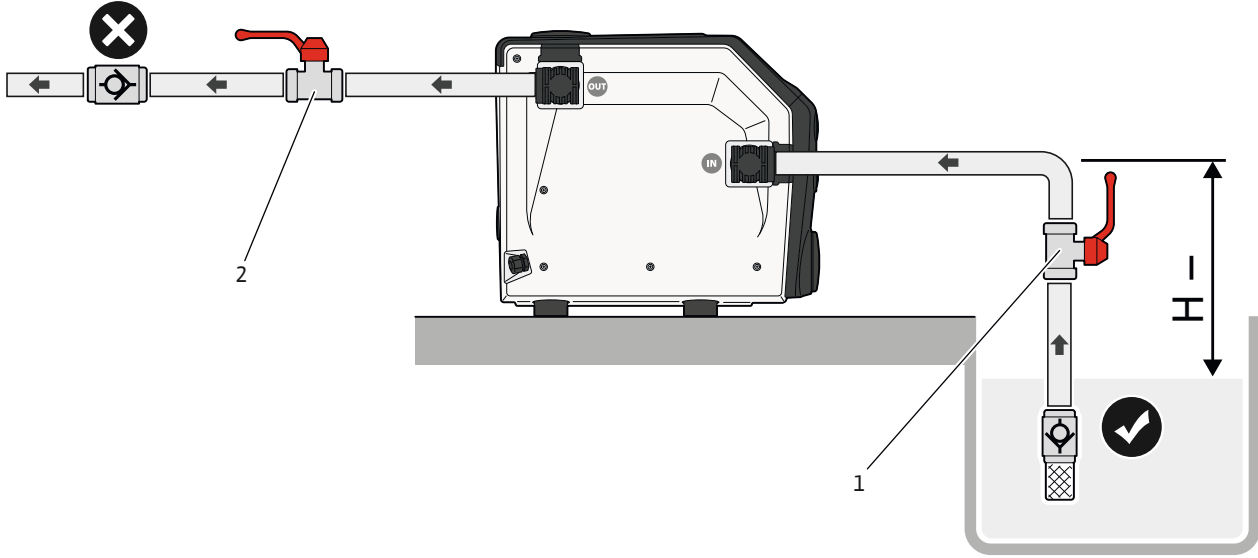

Fig. 7: Emme işlemini
1. Emme ve basınç tarafındaki sürgülü vanaları (Fig. 7 - Poz. 1, 2) kapatın.